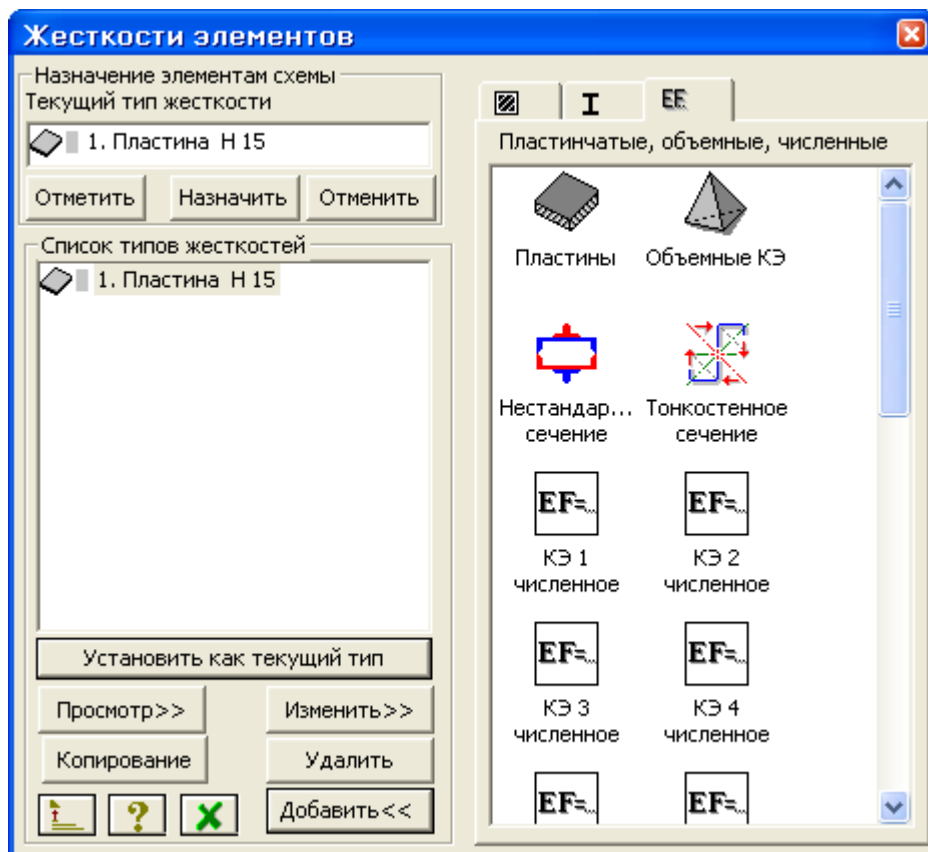

Рис.2.7. Диалоговое окно Жесткости элементов
- С помощью меню **Жесткости** ⇒ **Жесткости элементов** (кнопка  на панели инструментов) вызовите диалоговое окно **Жесткости элементов** (рис.2.7).